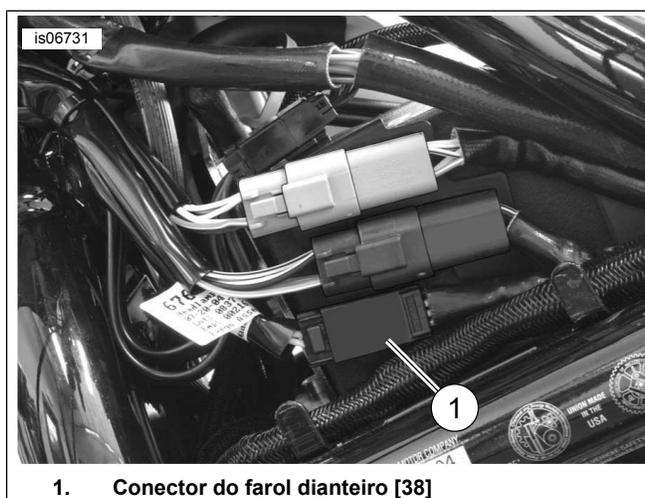

Figura 23. Localização da emenda de fios (modelo V-Rod ano 2005)
1. Veja a Figura 23. Corte o fio laranja/branco do **chicote de fios principal do veículo** próximo do conector [38A] (1) do pino do farol principal.